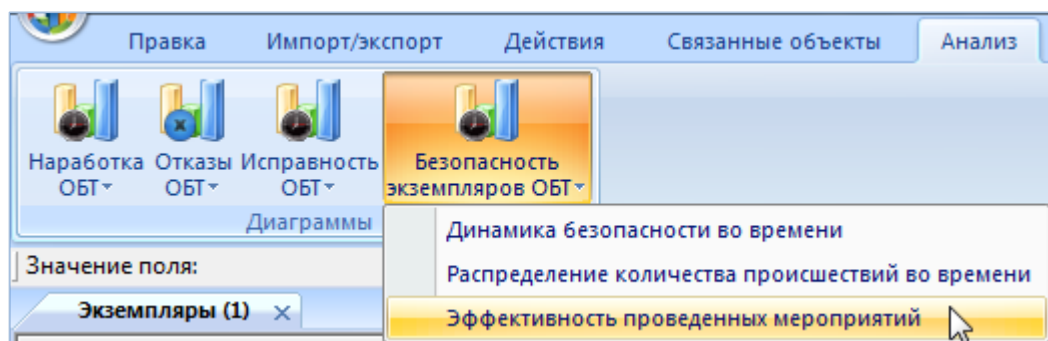

Рис. 31-16 – Выбор диаграммы по безопасности экземпляров
- 3) Нажать кнопку «Безопасность экземпляров ФИ» панели «Диаграммы» на вкладке «Анализ» и выбрать пункт «Эффективность проведенных мероприятий» (рис. 31-16).